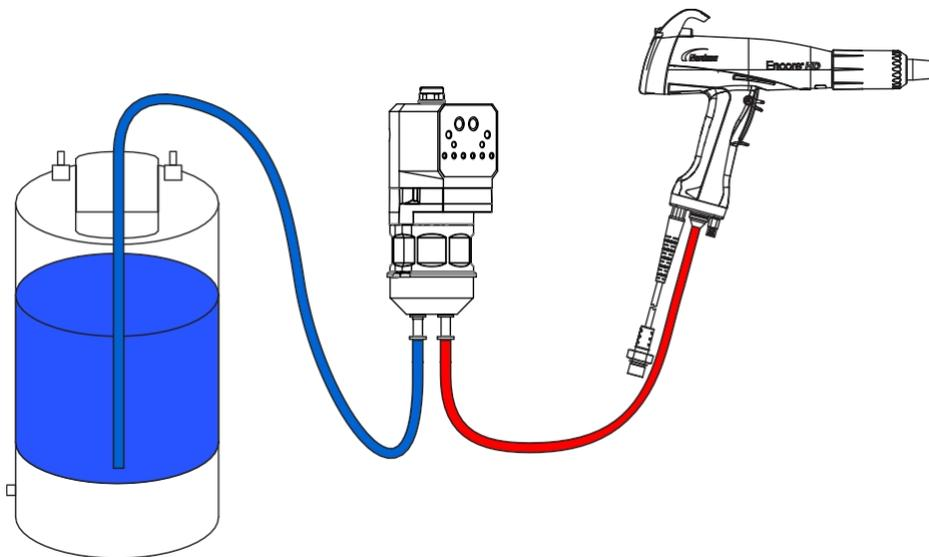

Figura 14 Collegamenti della tubazione
1. Collegare il tubo di aspirazione come mostrato nella Figura 14.